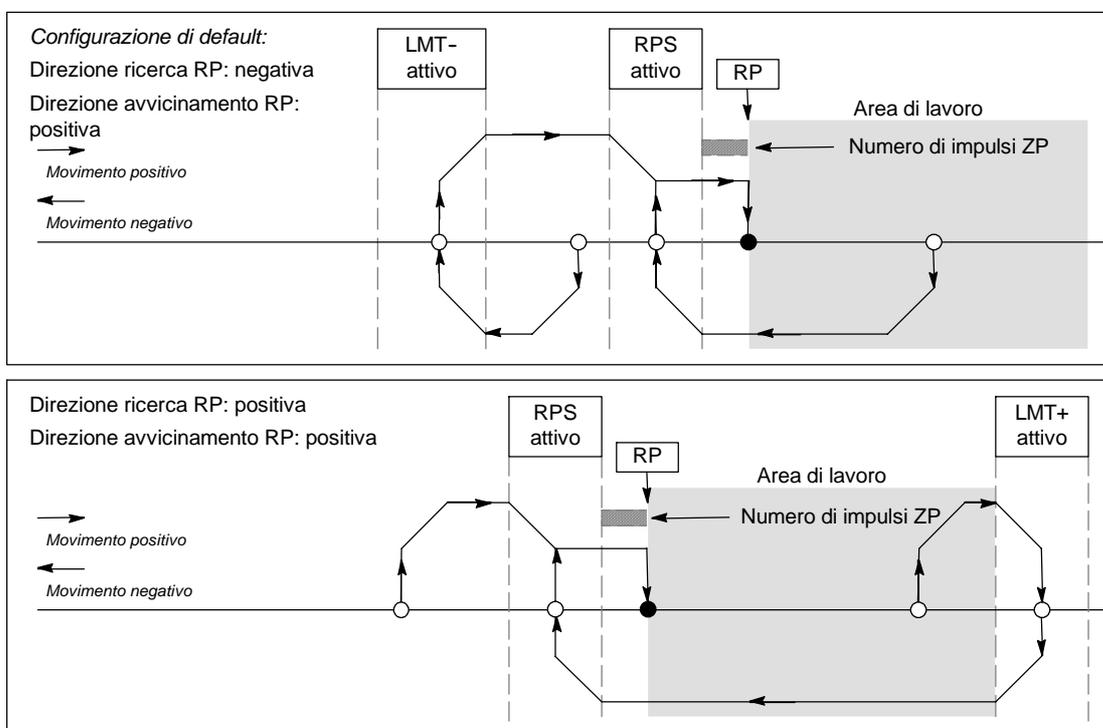

Figura 9-23 Ricerca dell'RP: modo 3
- ❑ La figura 9-23 rappresenta due opzioni del modo 3 di ricerca dell'RP. Questo modo individua l'RP come numero specificato di impulsi zero (ZP) all'esterno dell'area attiva dell'ingresso RPS.